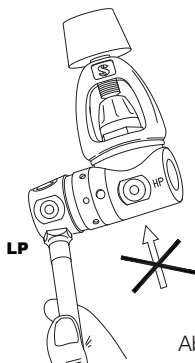

Abb. 1
Schließen Sie den Niederdruckschlauch (ND) des Powerinflatorventils an einen freien ND-Anschluss der ersten Stufe, der dasselbe Gewinde aufweisen muss (Abb. 1).